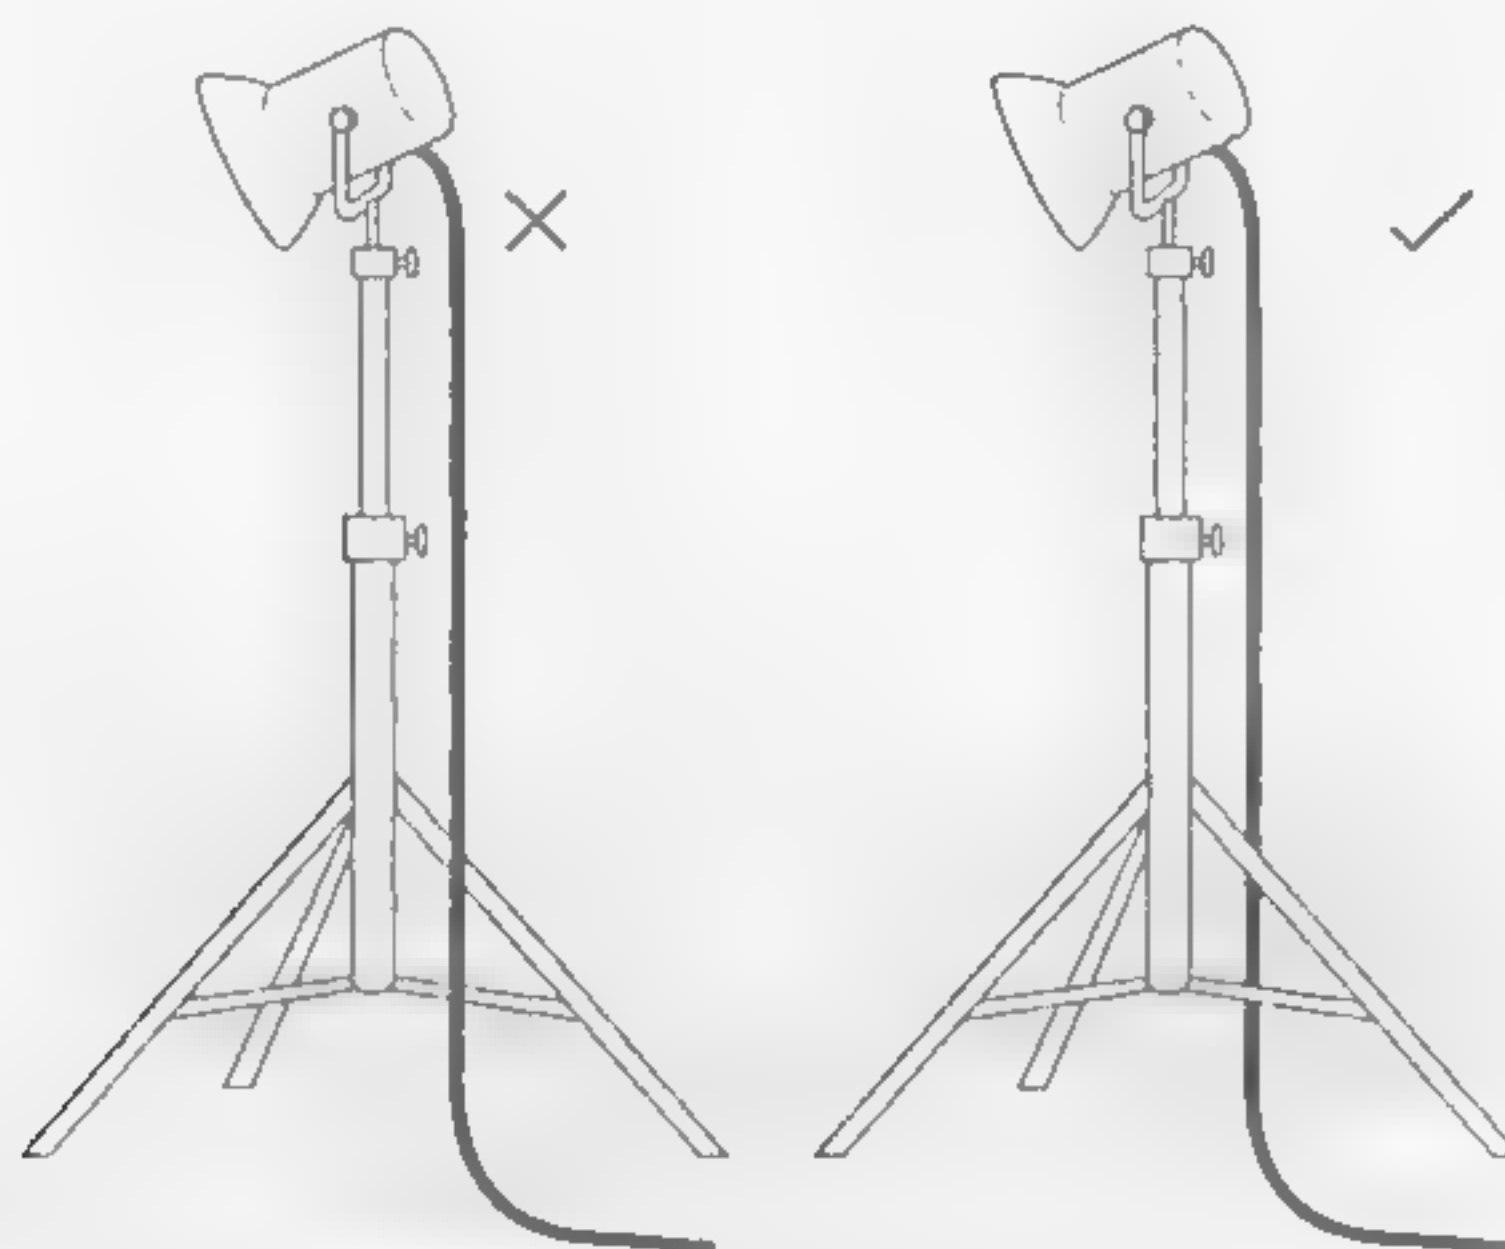

Рис. 13.1 Правильный монтаж штатив/кабель
- Кабели от осветительных приборов, стоящих на штативах, должны быть пропущены через две ножки штатива. Это предотвращает возможность опрокидывания штатива, если кто-то споткнется о кабель (рис. 13.1).